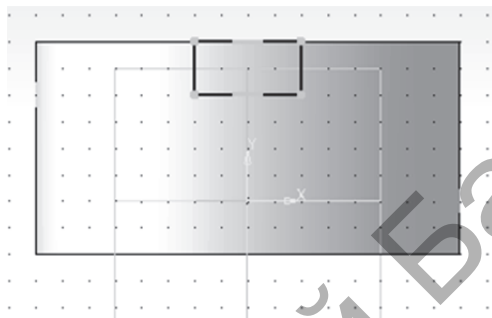

Рисунок 5.16
13. Для формирования паза выберите вариант «Плоскость ZY» и щёлкните на кнопке «Эскиз». В появившейся компактной панели щёлкните на кнопке «Геометрия» для вызова соответствующей инструментальной панели и нарисуйте прямоугольник (рис. 5.16). Завершите эскиз щелчком на кнопке «Эскиз».